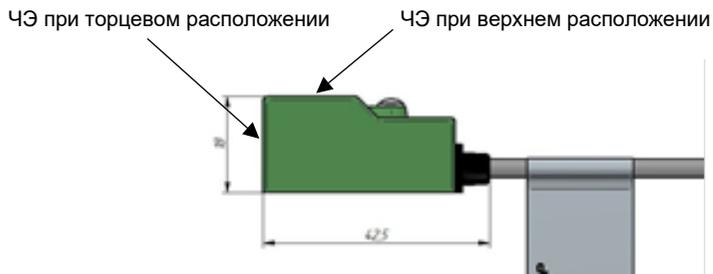

Рисунок 2 – Расположение ЧЭ на примере ВБИ-П18УР
- 3.5 У выключателей П08, П12, П18, П30, П40 расположение чувствительного элемента (ЧЭ) может быть торцевое или верхнее (Рис. 2).